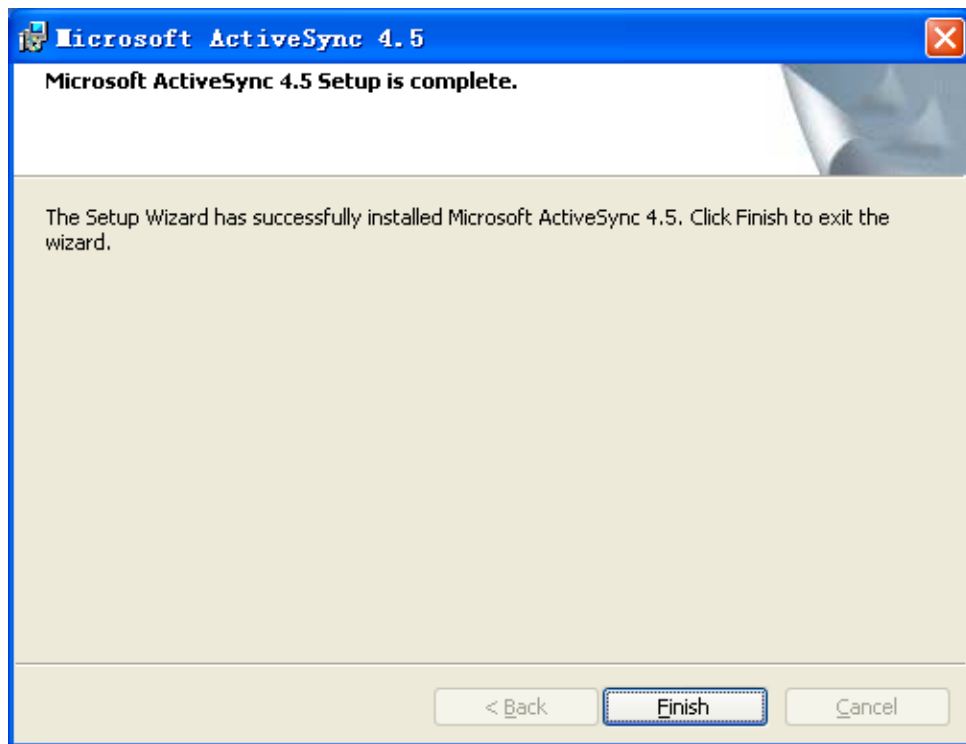
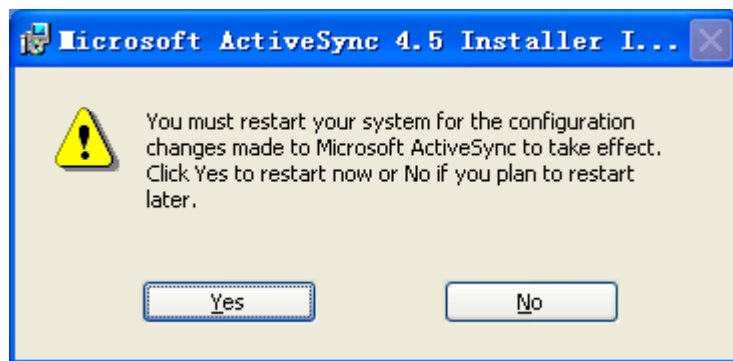

图 6-7
图 6-8
8. 安装完成后将出现图 6-7 界面；
9. 在图 6-7 界面中点击 ‘Finish’ 按钮完成程序安装，此时操作系统将会出现图 6-8 所示的信息提示；
10. 在图 6-8 界面点击 ‘Yes’ 按钮完成软件对系统设置的更改，重启之后用户可以任务栏右下角看到图 6-9 所示图标，双击图标可以打开同步软件，界面如图 6-10 所示；